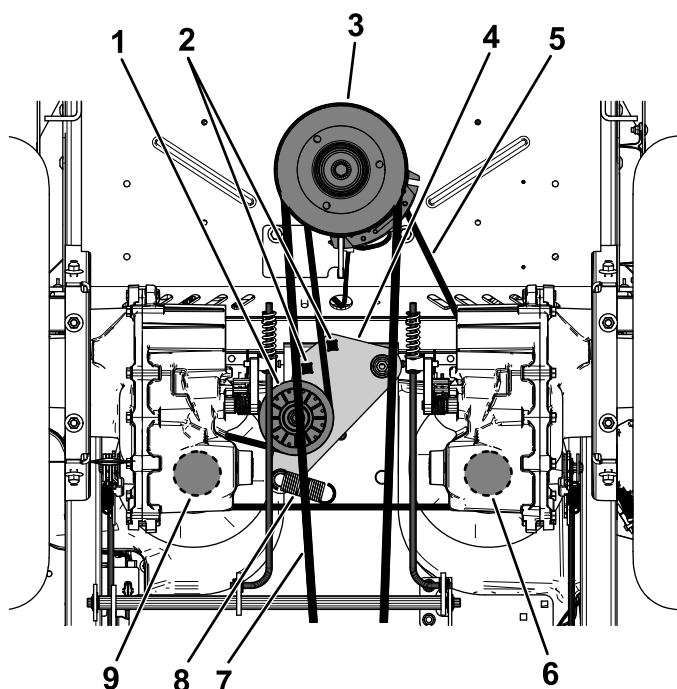

Figure 80
5. Insérez un rochet de ½ pouce ou une poignée articulée dans les trous carrés du bras de la poulie de tension pour détendre le ressort de la poulie de tension (Figure 80).
6. Retirez la courroie existante de la poulie de tension, des 2 poulies d'entraînement de pompe hydraulique et de la poulie du moteur (Figure 80).
7. Chaussez la courroie neuve sur la poulie de tension, la poulie du moteur et les 2 poulies de la pompe hydraulique (Figure 80).